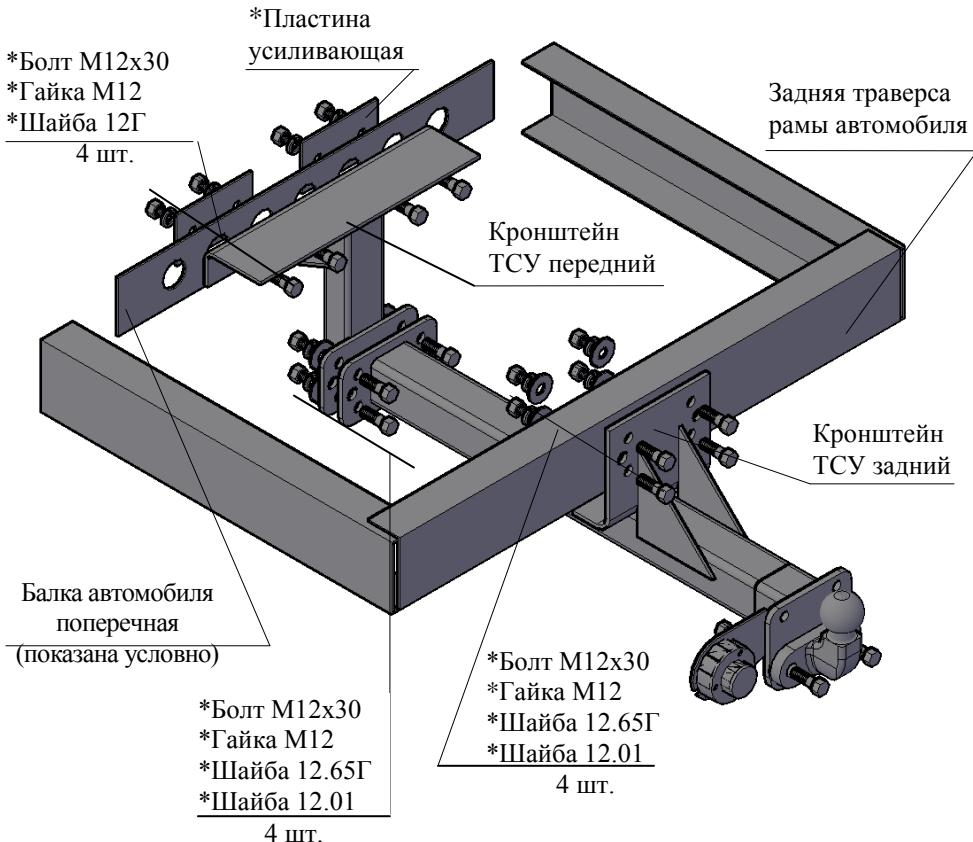

РИС.1 Тягово-сцепное устройство ТСУ 3163.К2
2.1 ТСУ 3163.К2 в сборе (рис.1)	1 шт.
2.2 Пакет для монтажа (см. рис.1)	1 шт.
4.2 Закрепить передний кронштейн ТСУ четырьмя болтами M12x30 на поперечной балке автомобиля в соответствии с рис.1, используя существующие технологические отверстия.